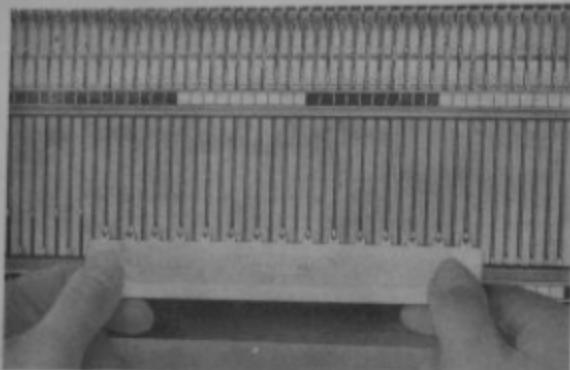

Рис. 20
- Предусмотренные иглы переставить с помощью близкой гребенки с нулевого положения в рабочее (рис. 20).
право закладывают в открытый нитевод (смотри рис. 20, на которой для видимости хода нити, опущен передний фронтур).